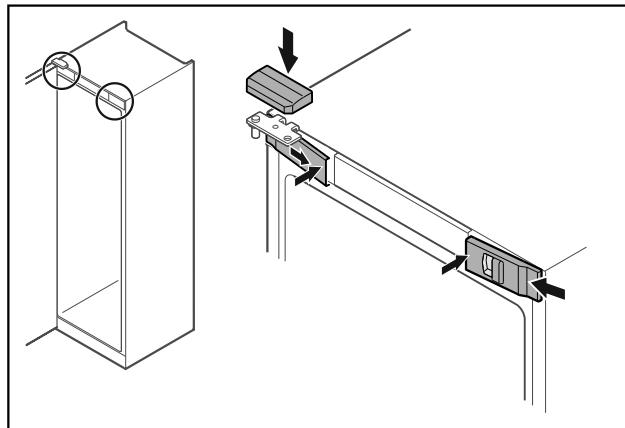

Fig. 46 *
- Aizkabinet sānos priekšējos pārsegus Fig. 46 (1) un iekšpusēnofiksējet.*
- Nofiksējiet augšējo pārsegu Fig. 46 (2) no augšpuses.*